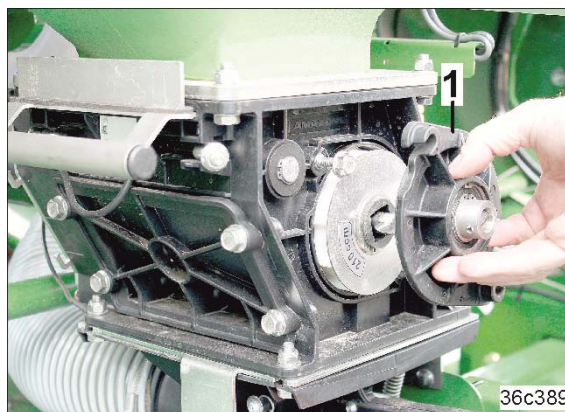

Fig. 231
- 3.2 Drei lagerlokket (Fig. 231/1) og trekk det av.